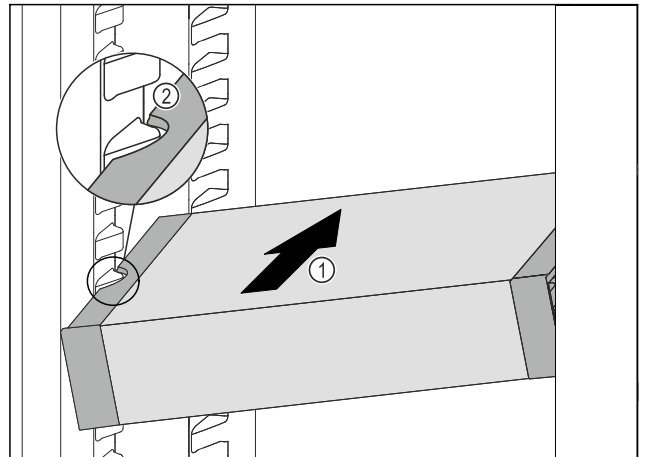

Fig. 47
- Inserire VarioSafe ad angolo nel vano frigorifero Fig. 47 (1) fino a quando le cavità laterali Fig. 47 (2) di VarioSafe non si trovano al livello della nervatura del contenitore nel vano frigorifero.